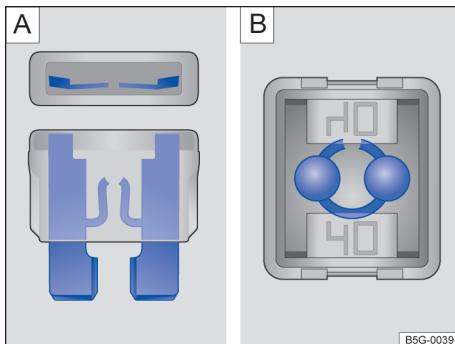

Fig. 160 Fusível queimado: [A] Fusível encaixável plano. [B] Fusível tipo bloco.
- É possível saber se um *fusível encaixável plano* (ATO[®], MINI[®]) está queimado pela fita de metal queimada visível por cima e pelas laterais através da carcaça transparente → Fig. 160 **A**.
- É possível saber se um *fusível tipo bloco* (JCA-SE[®]) está queimado pela fita de metal queimada visível por cima através da carcaça transparente → Fig. 160 **B**.